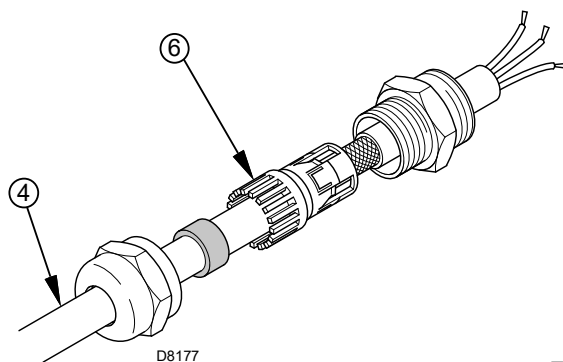

Fig. 24
- Effectuer le blindage du câble 4) provenant du VSD (Inverter) comme illustré sur la Fig. 24, en utilisant le raccord 6).